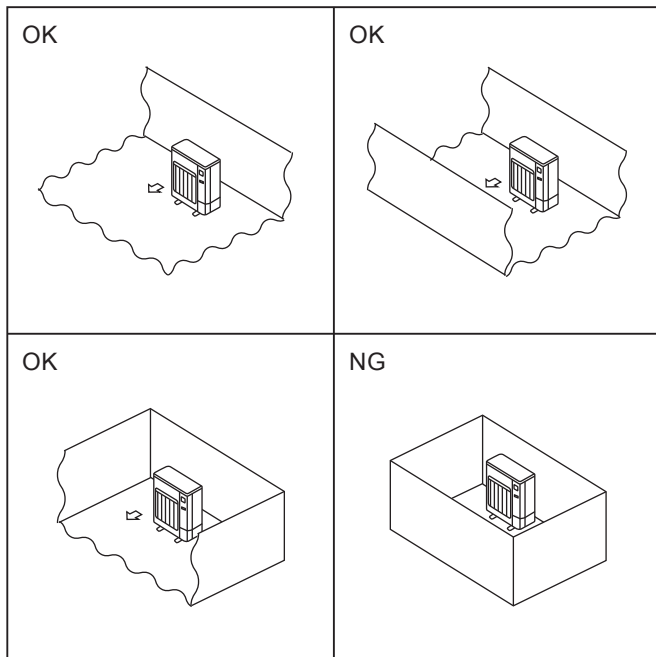

Fig. 2-2
- Installera utomhusenheter på en tillräckligt stor plats där minst en av de fyra sidorna är öppen och det inte finns några nedsänkningar. (Fig. 2-2)